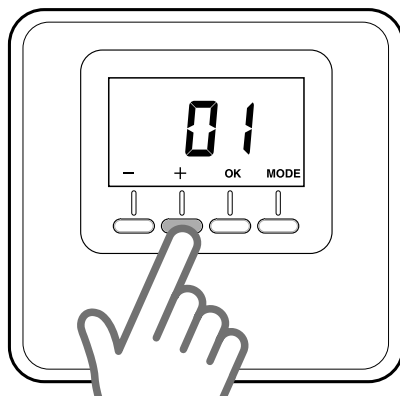

Fig. 16
- Premere i tasti “+” o “-” per scegliere la zona da assegnare (FIG. 16).